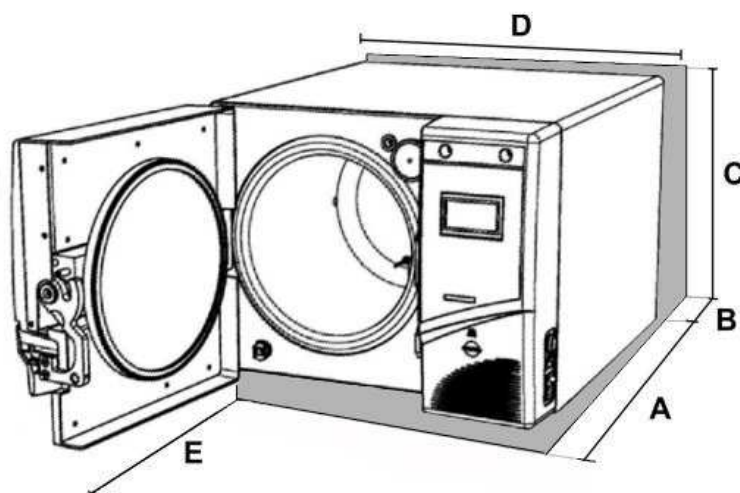

FIG.21
Collegare l'estremità del connettore (*FIG.21–pos.B*) al pannello posteriore (*FIG.1– pos.5*) successivamente la spina (*FIG.21–pos.A*) direttamente alla presa di alimentazione dell'impianto elettrico.